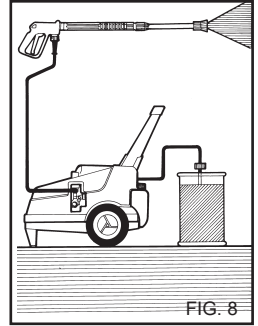

FIG. 8
; enfiler le tuyau d'aspiration (fig. 8) du détergent dans un bidon
4) Après l'emploi avec du détergent, rincer le circuit d'aspiration; enfilez le tuyau d'aspiration (fig. 8) du détergent dans un bidon d'eau propre et faire fonctionner la pompe pendant 1 minute avec la lance en phase de sortie du détergent.